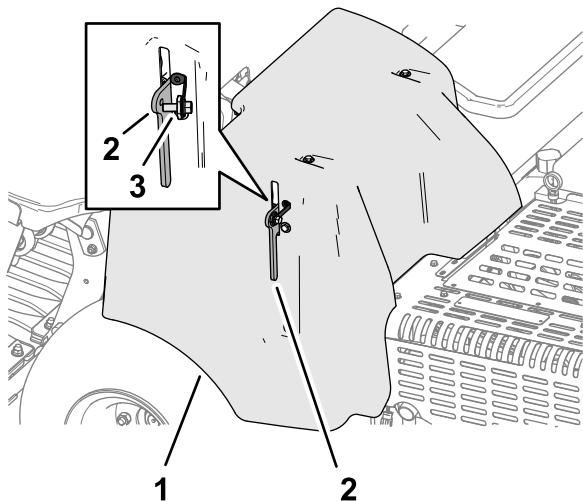

Рисунок 141
- Если ваша машина оснащена стропом фиксатора крышки ремня в соответствии с требованиями ЕС, ослабьте затяжку болта стропа так, чтобы строп отделился от фиксатора крышки (Рисунок 141).